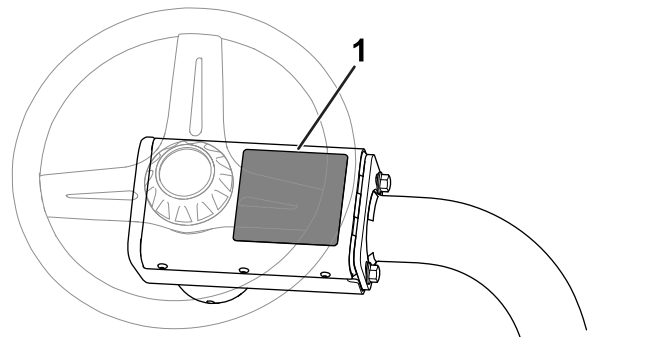

Figura 8
- Aplique o adesivo de aviso CE (peça nº 136-8505) sobre o adesivo de aviso existente (peça nº 136-8506). A Figura 8 mostra a localização do adesivo de aviso.